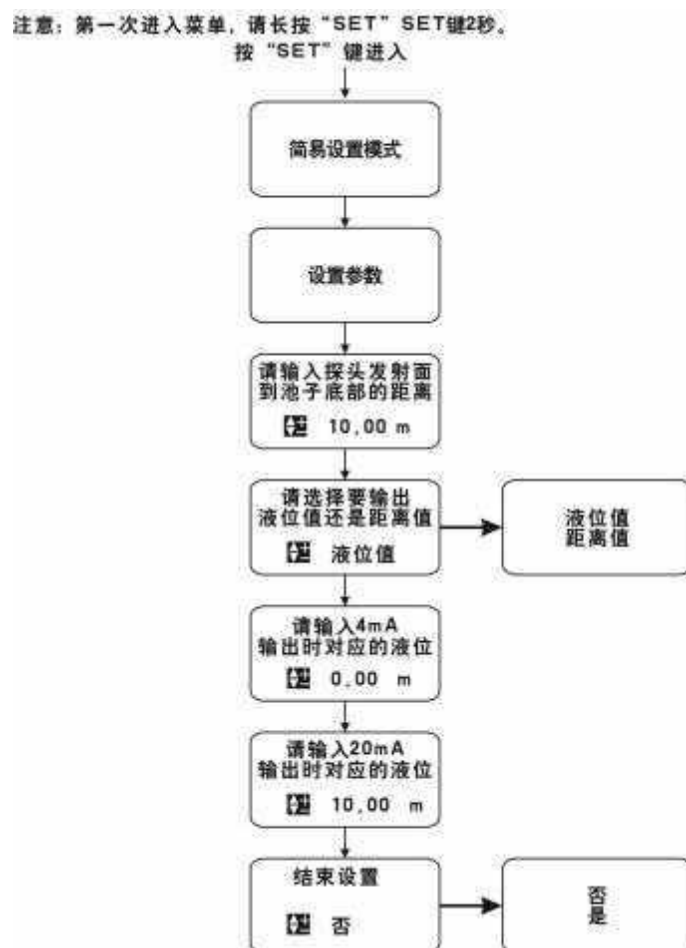

图 3-9 简易设置模式的菜单内容设置
- 3、**设置参数**：按图 3-9 依次输入以下关键参数：